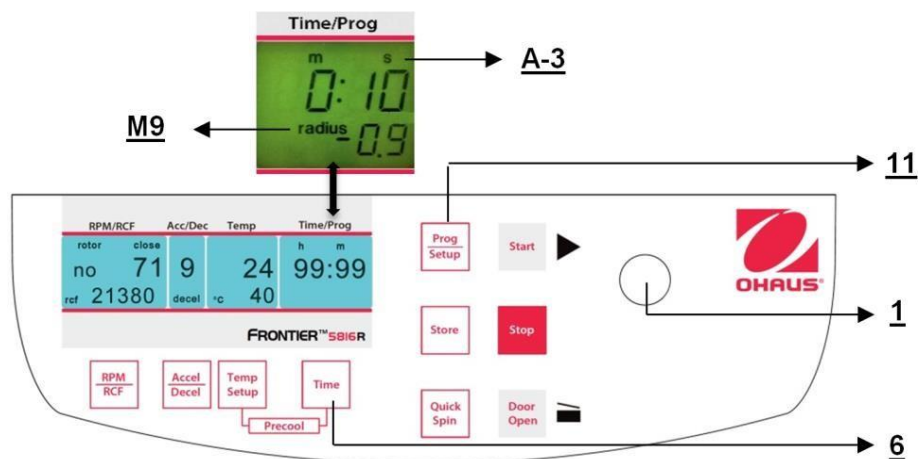
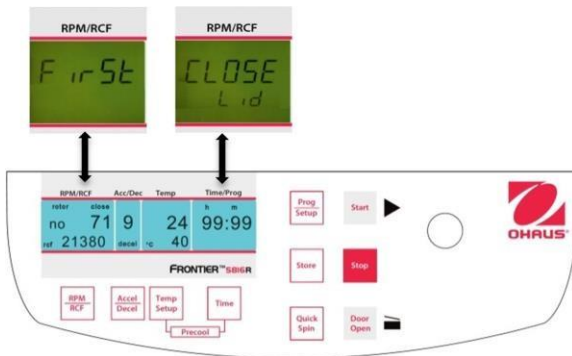

Figura 24
Figura 26
Cierre la tapa, luego presione el botón **"Time"** (6) (vea la Figura 24) y el botón **"Prog/Setup"** (11) al mismo tiempo y manténgalos presionados.
Cierre la tapa de la centrifuga. Ahora proceda como se describió anteriormente para configurar todos los parámetros de operación importantes. Si la tapa no se cierra al almacenar el programa, en la pantalla **"RPM/RCF"** (A-1) destellan las palabras **"FirSt"** y **"CLOSE Lid"** (vea la Figura 26) alternadamente. Si desea iniciar la operación sin almacenar el programa, en la pantalla **"RPM/RCF"** (A-1) destellan las palabras **"First"** y **"PrESS StoreE"** (vea la Figura 24) alternadamente.
Puede arrancar la centrifuga ya sea con el botón **"Start"** (9) (vea la Figura 26) o con el botón **"Quick Spin"** (8). Con el botón **"Start"** (9), puede iniciar operaciones almacenadas u operaciones con parámetros preseleccionados manualmente.